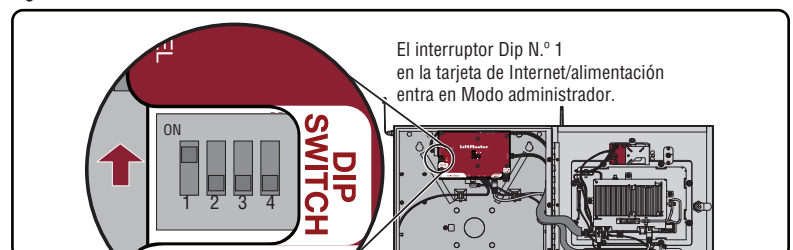

Figura 3. Modo Administrador.
9. Ingrese al modo Administrador del CAPXL usando el interruptor dip N.º 1. Seleccione la pestaña "Audio/Video" y confirme si aparece la señal de video y si el ángulo y la orientación son correctos. (Figura 3)